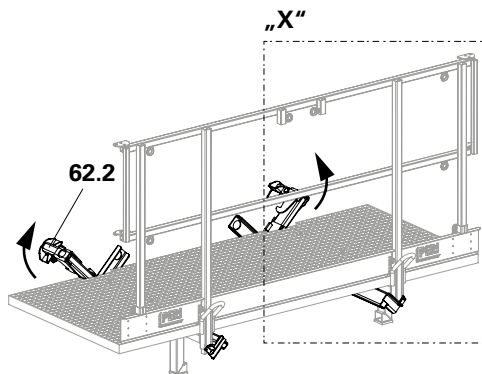

Fig. A7.08
4. Rabattre le support de suspension (62.2) vers le haut. Veiller à ce que le manchon coulissant (62.3) soit en haut. (Fig. A7.08 + A7.08a + A7.08b)